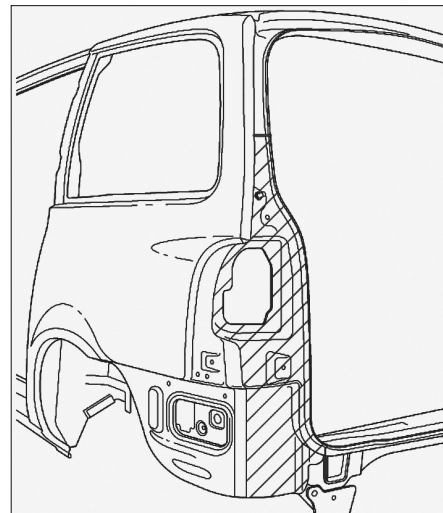

FIG. 51
- Tracer la ligne de coupe en fonction de l'étendue du dommage (Fig.51).